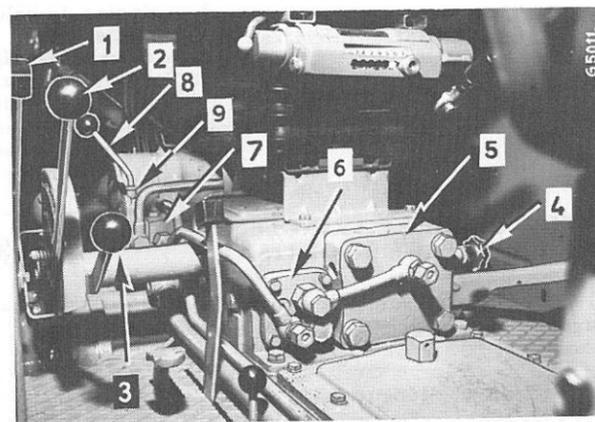

Fig. 32
Légendes de la Fig. 32 :
Abaissez complètement le levier de contrôle de traction (2) Fig. 32, pour neutraliser son action. Le contrôle des instruments de culture se fait par le levier de contrôle de position (3) seulement.
Pendant le travail, le système de contrôle de traction maintient l'équipement à cette profondeur prédéterminée quelles que soient les conditions du sol, etc. Il est toujours possible d'opérer une correction manuelle en cours de travail. Lorsque la profondeur adéquate est déterminée, déplacez le levier témoin (1) Fig. 32 en conséquence pour assurer une profondeur de travail uniforme.
La vitesse de descente peut être modifiée à volonté à l'aide de la manette de réglage de descente (4) Fig. 32. Tournez à droite pour accélérer la descente, tournez à gauche pour la ralentir.
Lorsque les deux leviers de contrôle (2) et (3), Fig. 32 sont ramenés complètement vers le bas, le système est en position flottante et le contrôle de traction n'agit plus.
Pour lever, tirez toujours le levier (8), Fig. 32 complètement en arrière pour éviter une surchauffe d'huile hydraulique.
Dans le cas d'une valve auxiliaire à simple effet, lorsque l'accessoire n'est pas utilisé, immobilisez le levier de commande de la valve en plaçant la bague d'arrêt (9) Fig. 32 dans son logement. Ceci verrouille la valve de commande et empêche le fonctionnement involontaire de l'accessoire.